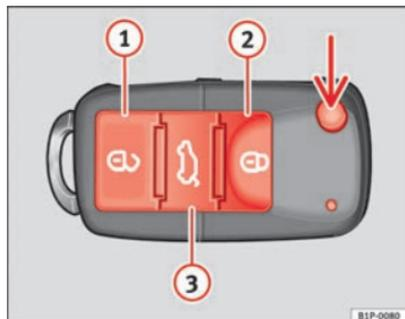

Fig. 45 Teclas de la llave con mando a distancia
Con la tecla ⇒ fig. 45 (flecha) del mando, se desbloquea el paletón de la llave.
Desbloqueo del vehículo ⇒ fig. 45 ①.
Bloqueo del vehículo ⇒ fig. 45 ②.
Desbloqueo del portón trasero. Pulse la tecla ⇒ fig. 45 ③ hasta que todos los intermitentes del vehículo parpadeen brevemente. Al pulsar la tecla de desbloqueo ③, dispone de 2 minutos para abrir el portón. Una vez transcurrido este tiempo se bloqueará de nuevo.
- Pulse la tecla  ② ⇒ fig. 45 del mando a distancia.
- Pulse la tecla  ① ⇒ fig. 45 del mando a distancia.
Para cambiar el estado de bloqueo/desbloqueo, accione el pulsador  o la tecla ① ⇒ fig. 45 de la llave del mando a distancia.